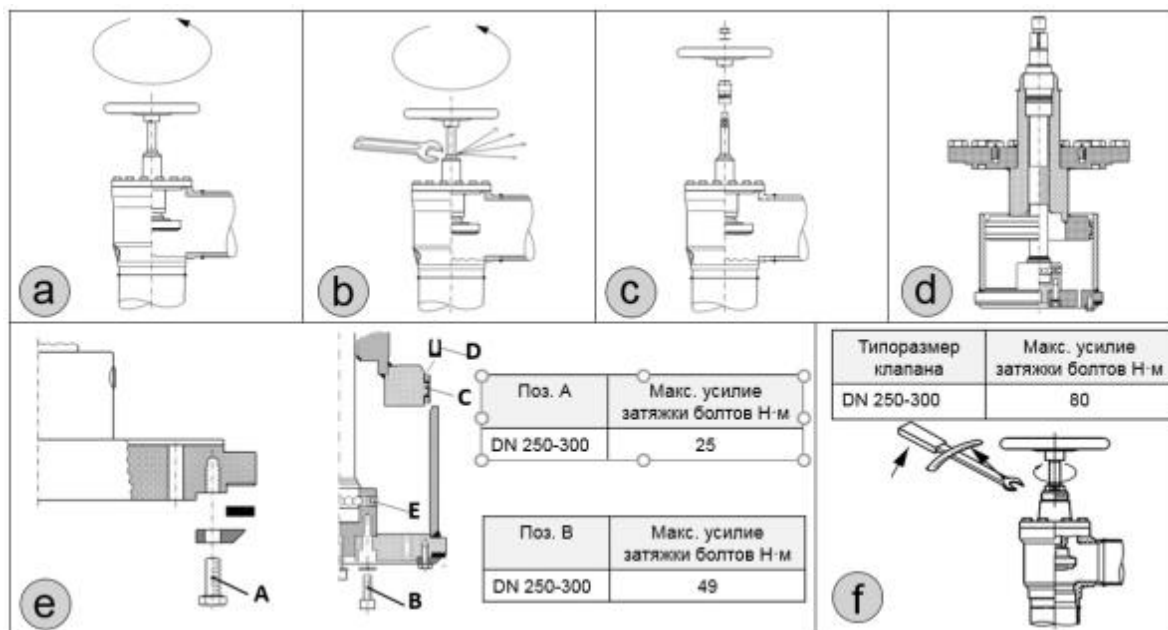

Рис. 6 Техническое обслуживание
- Для начала необходимо вывернуть шток запорного органа до полного открытия клапана (рис. 6а).
- В некоторых случаях за сальником может возникнуть избыточное давление. Для выравнивания (сброса) давления необходимо закрепить шток запорного органа (маховик) в неподвижном состоянии и медленно откручивать сальниковое уплотнение при помощи ключа (рис. 6б)
- После сброса давления можно снять маховик (если он имеется) и сальник (рис. 6с).
Затяните сальник при помощи динамометрического ключа до значений, указанных в таблице (рис. 6ф).
Тефлоновое кольцевое уплотнение можно снять, открутив болт (поз. А, рис. 6е). Если тефлоновое уплотнение имеет незначительные повреждения, его можно перевернуть и использовать обратную часть его поверхности. В случае, если кольцевое уплотнение деформировано или имеет глубокие повреждения (более 1 мм.) его необходимо заменить полностью. При установки тефлонового уплотнения болт «поз. А» необходимо затягивать динамометрическим ключом с усилием затяжки,
Замена U-образного уплотнения или шариков конуса (рис. 6 е)
Перед сборкой клапана удалите из корпуса грязь. Убедитесь, что уплотнительные кольца не повреждены. Перед тем как установить запорную часть клапана в корпус, необходимо полностью выкрутить шток (рис.6, а), т.е. после сборки клапан SVA будет полностью открыт.